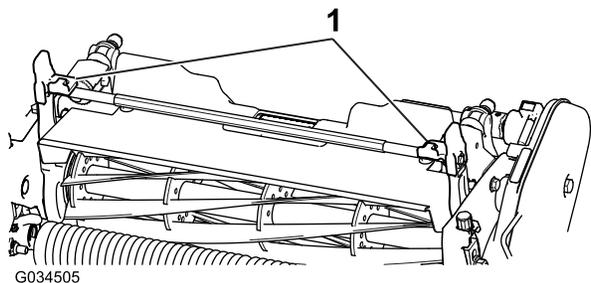
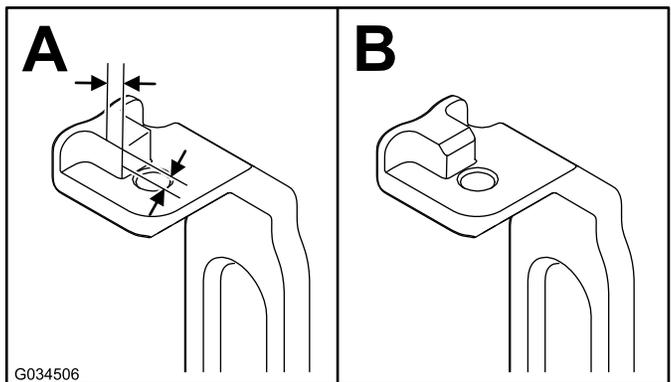

图3
图4
2. 找到两个旋转臂 图3 如 图4 所示在凸耳上测量出 2.28mm 对棱角进行打磨。